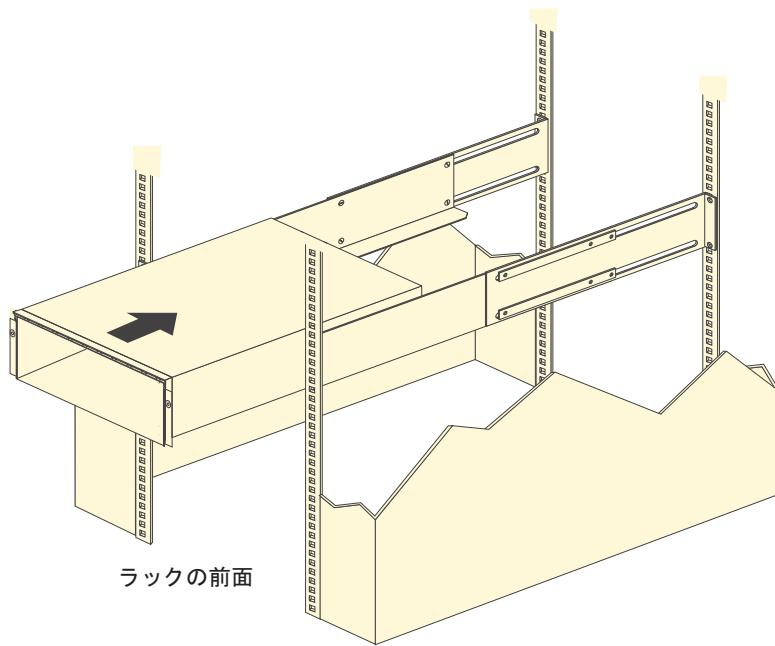

図 12. EXP395 の取り付け
- b. もう 1 人の手を借りて、ストレージ拡張エンクロージャーの後部をサポート・レールの上に乗せ、33 ページの図 12 に示すように、装置をスライドさせてラックに入れます。